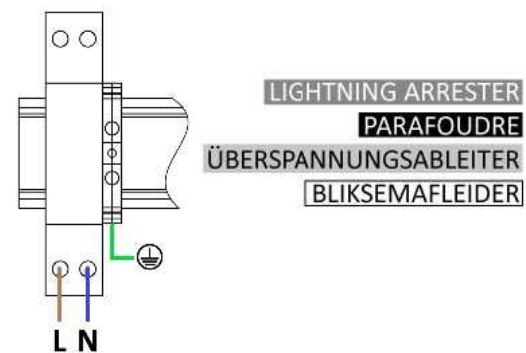

FIGURE 3.
- Size and protect cables according to the maximum input/output current. The mains input cables must be connected to the surge arrester (figure 3).
- Blue wire for neutral (N)
- Brown wire for line (L)
- Dimensionner et protéger les câbles en fonction du courant d'entrée/ sortie maximum. Les câbles d'entrée secteur doivent être raccordés sur parafoudre (figure 3).
- Fil neutre bleu (N)
- Fil phase marron (L)
- Die Kabel entsprechend dem maximalen Eingangs-/ Ausgangsstrom dimensionieren und schützen. Die Netzeingangskabel müssen an Überspannungsableiter angeschlossen werden (figure 3).
- Blaues Kabel: Neutraleiter (N)
- Braunes Kabel: Phasenleiter (L)
- De afmetingen van de kabels aanpassen afhankelijk van de maximum ingaande/uitgaande stroom en ze beschermen. De ingaande netspanningskabel moeten worden aangesloten op de Bliksemafleider (figure 3).
- Nulleider blauw (N)
- Spanningsleider bruin (L)